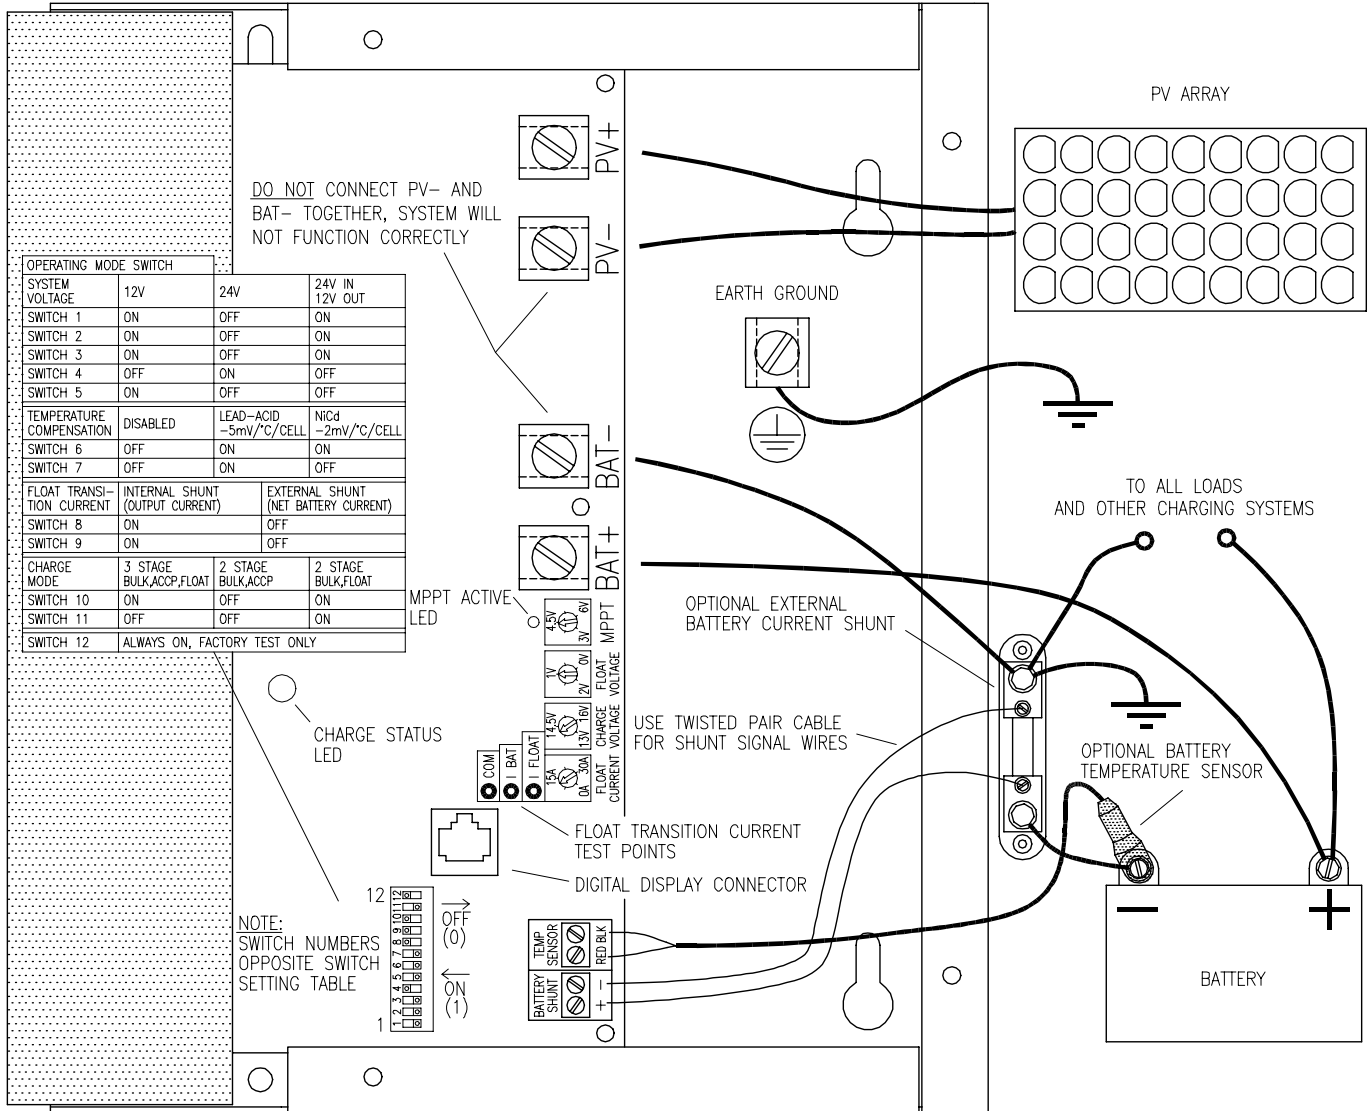

FIGURE 3
- **WARNING:** Read, understand and follow the Important Safety Instructions in the beginning of this manual before proceeding. To reduce the risk of fire, connect only to a circuit provided with 60 amperes maximum branch-circuit over current protection installed and wired in accordance with National Electrical Code, ANSI/NFPA 70. To reduce risk of electric shock, remove all sources of power, PV and battery before installing. Adjustments or connections other than those shown in Figure 3 void the limited warranty.
- **AVERTISSEMENT:** Avant de procéder, lire, comprendre et suivre les instructions importantes de sécurité spécifiés au début de ce manuel. Afin de réduire le risque d'incendie, brancher uniquement à un circuit fourni d'une protection contre le courant excessif de 60 ampères par circuit de dérivation, installé et câblé en conformité avec le Code Électrique National ANSI/NFPA 70. Afin de réduire le risque de choc électrique, éloigner toute source de puissance photovoltaïque et batterie, avant l'installation. Tout ajustement et branchement autre que ceux montrés dans la Figure 3, frappent de nullité la garantie limitée.
- **WARNUNG:** Vor dem Behandeln lesen, verstehen und folgen Sie die wichtigen Sicherheitshinweise am Anfang dieses Handbuches. Um die Feuergefahr vorzubeugen, schalten Sie bei einem mit Parallelstromkreis der mit einem Stromschutz von höchstens 60 Ampere versorgt ist, gemäß der Nationalen Eletrischen Code ANSI/NFPA 70, ein. Um die Gefahr eines elektrischen Schocks zu vermeiden, entfernen Sie alle Strom-, PV und Batteriequellen vor der Installation. Andere Einstellungen oder Konnexionen als diejenigen in Abbildung 3 heben die begrenzte Garantie auf.
- Solar Boost 50 has setup options that may need to be configured prior to connection and use. These setup options are configured by setting a single 12 position dip switch and four potentiometers located on the main circuit board as shown in Figure 3.
- Solar Boost 50 a d'options de paramétrage dont la configuration pourrait être nécessaire avant le branchement et l'utilisation. Ces options sont paramétrées en fixant un seul commutateur à 12 positions et quatre potentiomètres situés sur le panneau du circuit principal (Voir Figure 3).
- Solar Boost 50 hat Einstellungsoptionen, die vor der Einschaltung und Benutzung konfiguriert werden müssen. Diese Einstellungsoptionen sind konfiguriert, indem ein einziger 12 Position Schalter und vier Potentiometer die sich auf der Hauptstromkreistafel befinden wie in Abb. 3, eingestellt werden.
If battery load current is highly variable during charge more effective charge control can be obtained through the use of an external current shunt measuring net battery charge current. The wiring diagram of Figure 3 shows how this optional external current shunt would be used. This external shunt can be an already existing shunt as long as it is in the negative leg of the battery and is wired to measure net battery current. Note that each measuring device connecting to this shunt should have it's sensing wires connected directly to the shunt sensing screw terminals. A variety of optional current shunts are available through your Blue Sky Energy dealer.
The unit updates the maximum power operating point approximately every 10 seconds by briefly turning off the output to sample PV open circuit voltage. It then operates the PV array at a voltage approximately equal to the sampled open circuit voltage minus the MPPT voltage setting. Factors other PV open circuit voltage fine tune the actual operating point, but PV open circuit voltage is the primary factor. Note that the values above and the scaling shown on the MPPT adjust potentiometer in Figure 3 relate to a single 36 cell module. When two modules are connected in series for a 24V input system, Solar Boost 50 automatically multiplies the voltage difference setting between V_{OC} and V_{MP} by two based on the position of dip switch 5.
If LED does not remain on, MPPT is not operating due to a combination of high PV temperature and/or high battery voltage. MPPT can usually be made to operate by lowering battery voltage through application of a heavy DC load. If in doubt, leave the adjustment at the factory default position of approximately 11:00 o'clock as shown in Figure 3.